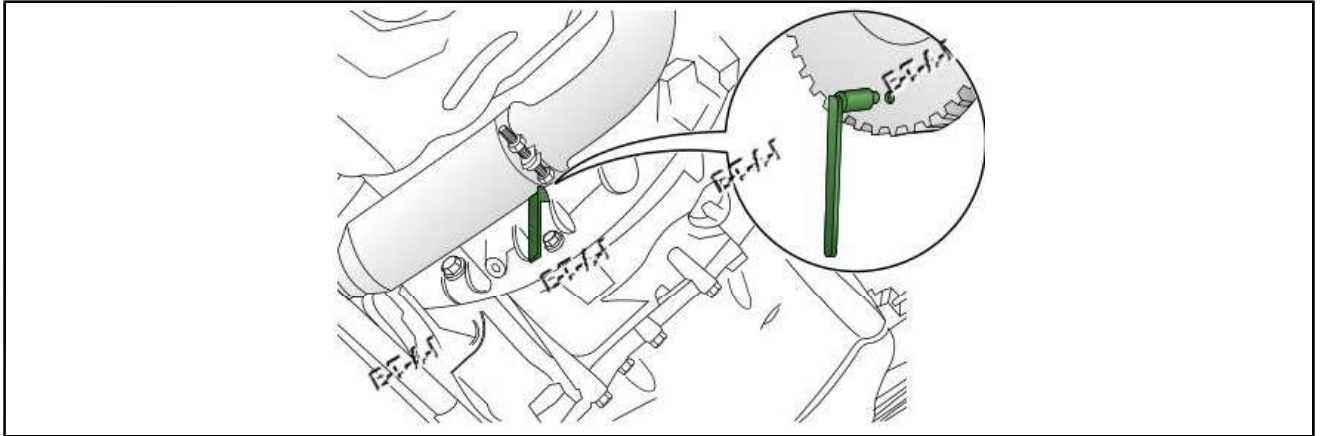

Fig.14
- Tourner le moteur dans le sens des aiguilles d'une montre jusqu'à ce que la goupille de verrouillage s'encastre dans le volant moteur Fig.14